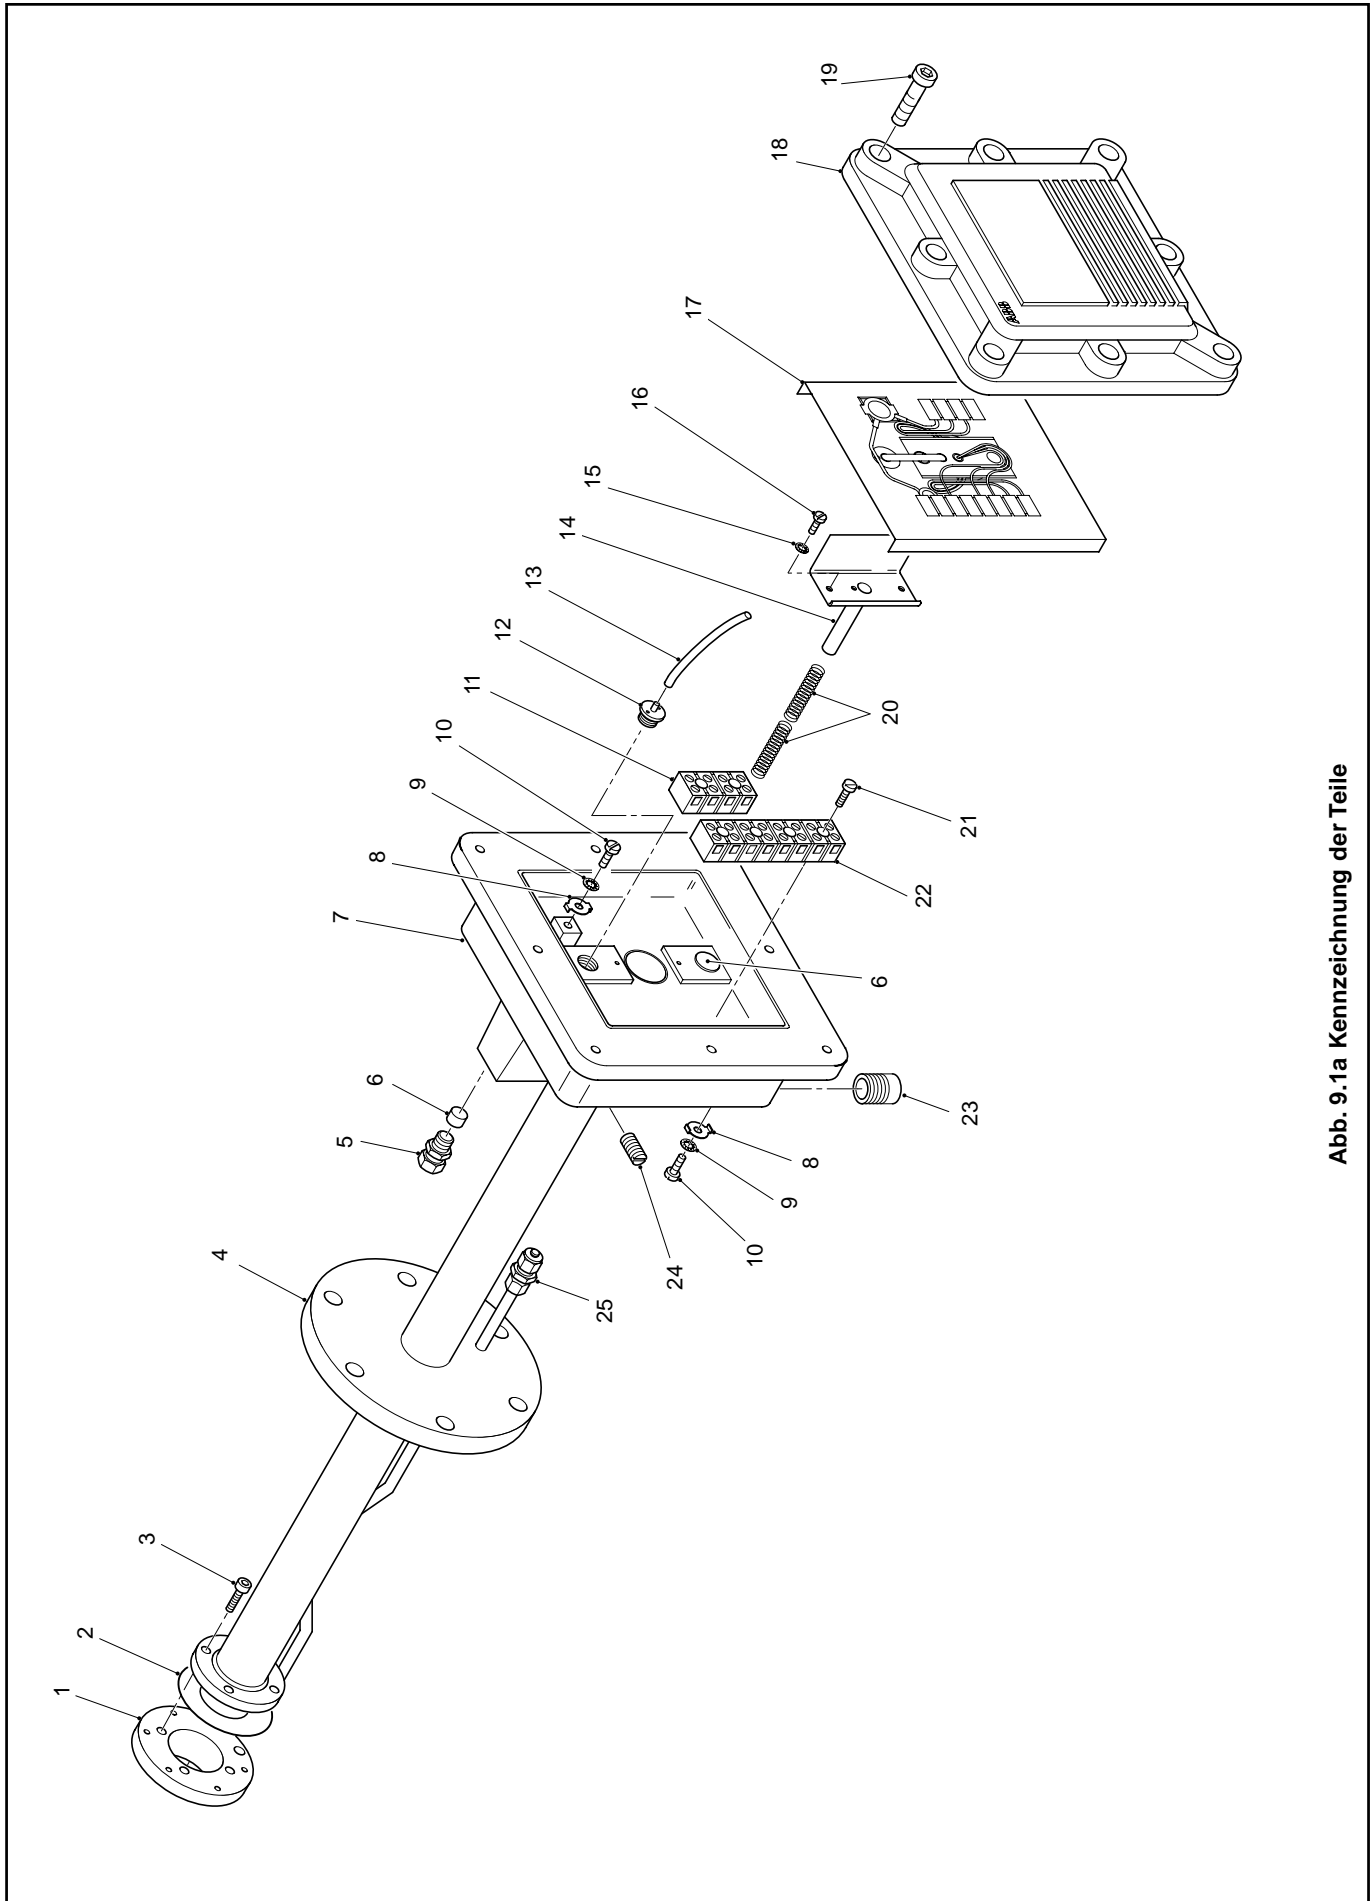

Abb. 9.1a Kennzeichnung der Teile
9.1 Bebilderte Ersatzteilliste – Abb. 9.1a und 9.1b